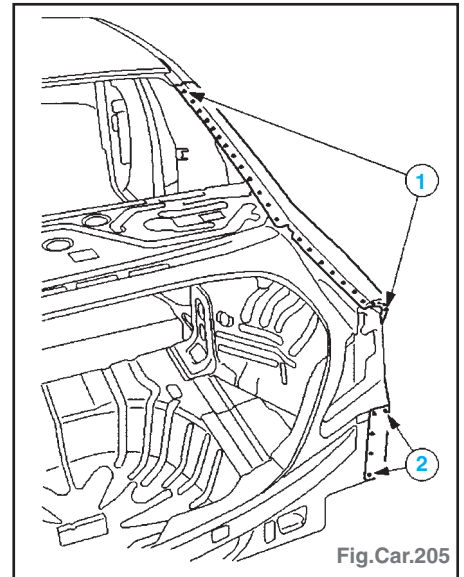

Fig.Car.205
- souder en cordon continu sous gaz protecteur (1) et par points (2) (Fig.Car.205).